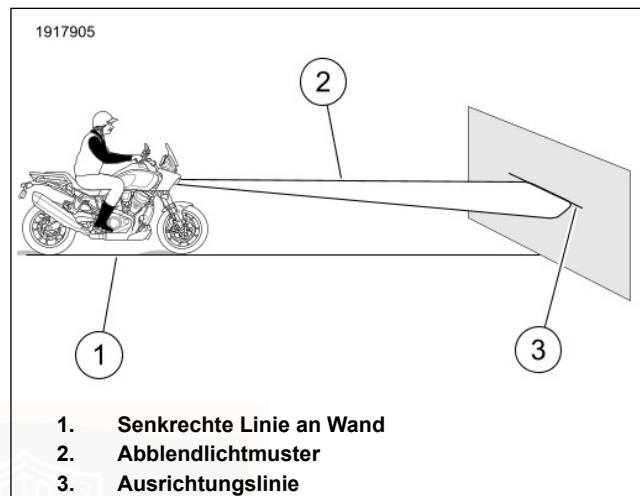

Abbildung 91. Scheinwerferausrichtung
1. Abbildung 91 Das Motorrad im rechten Winkel zur Wand (1) abstellen, sodass der Vorderreifen geradeaus auf die Wand zeigt.
4. Abbildung 91 Eine Ausrichtungslinie (3) im berechneten Abstand direkt vor dem Motorrad an die Wand zeichnen.
6. Sicherstellen, dass die Begrenzungslinie des Abblendlichtmusters (2) an der Ausrichtungslinie (3) ausgerichtet ist.